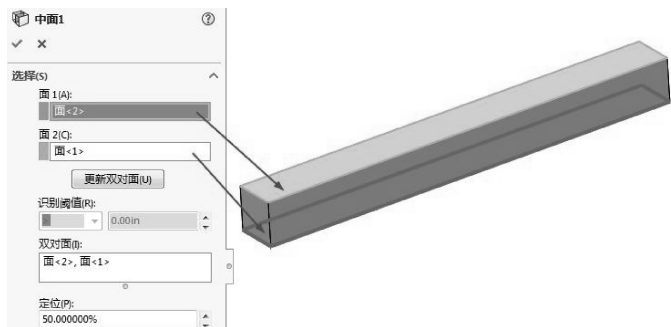

图 9-53 创建中面
- 02 转换成实体几何后，原先的 1D 网格也不复存在。接下来需要创建中性层面。在【曲面】选项卡单击【中面】按钮，选择两个面创建中面，如图 9-53 所示。